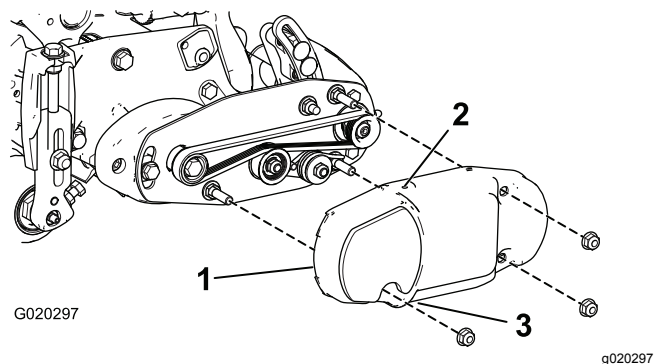
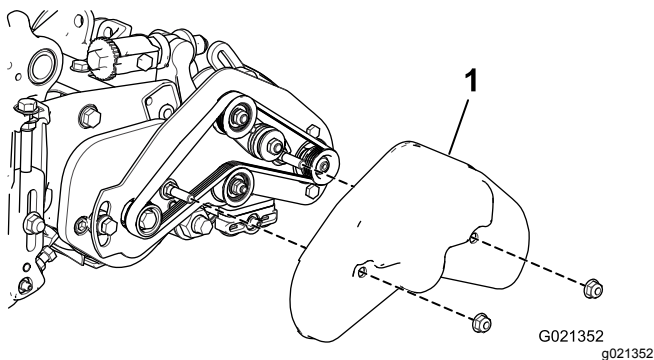

Figura 26
Figura 27
40. Deslize a cobertura da correia para os parafusos de montagem e fixe-a com duas porcas flangeadas (Figura 26 e Figura 27).